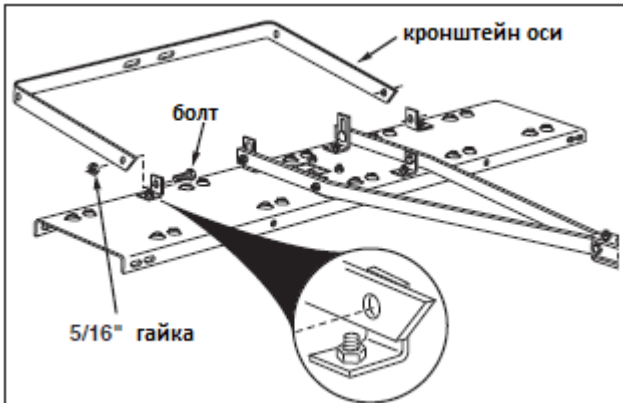

Рис. 5
11. Закрепите кронштейн оси на внешней стороне угловых кронштейнов с помощью двух болтов 5/16" x 1" и гаек 5/16" (рис. 5). **Затяните** и слегка **ослабьте** болты и гайки.